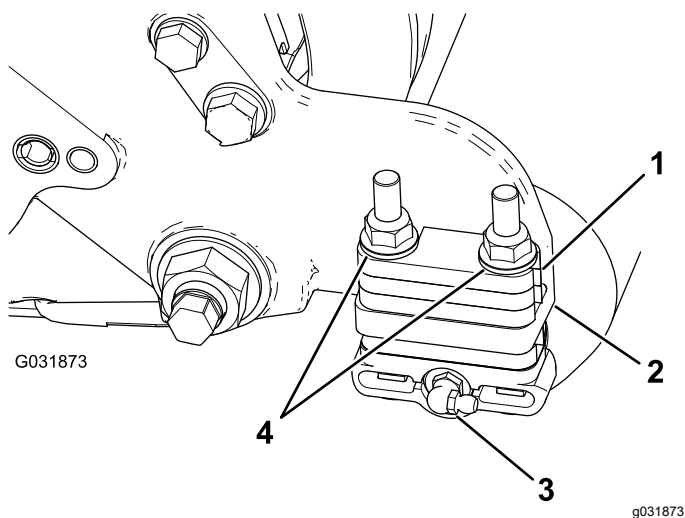

Figura 7
1. Rimuovete il raccordo d'ingrassaggio per il rullo dal lato dell'elemento di taglio provvisto di alloggiamento della spazzola per rulli (Figura 7).
3. Togliete i 2 dadi di bloccaggio flangiati fissando ogni staffa del rullo alle piastre laterali (Figura 7).